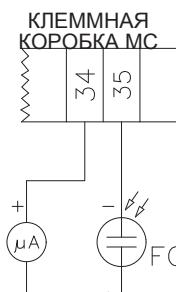

Рис. 40 - Детектирование с фотоэлементом QRA..
- Проверить и аккуратно почистить фотозлемент UV улавливания пламени и, если необходимо, заменить его. В случае возникновения сомнения, проверить контрольный контур, после того, как горелка будет вновь запущена, согласно схеме на Рис. 40;
Чтобы проверить ток у контрольного фотоэлемента, следуйте схемам на Рис. 40. Если электрический импульс ниже указанного значения, проверьте положение контрольного фотоэлемента, электрические соединения и, при необходимости, замените фотоэлемент.